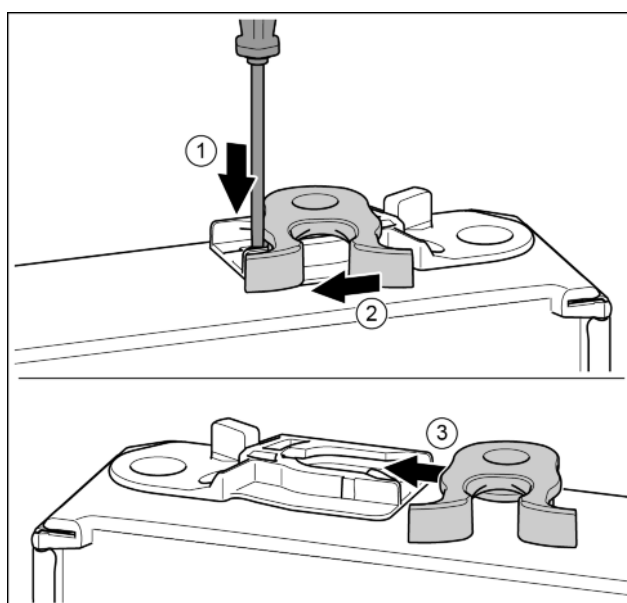

Fig. 14
- ▶ S ploščatim izvijačem potisnite spono navzdol. Fig. 14 (1)
- ▶ Zapiralni kavelj povlecite iz vodila. Fig. 14 (2)
- ▶ Zapiralni kavelj na drugi strani potisnite v vodilo. Fig. 14 (3)